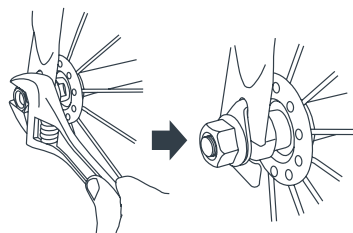

Abb. 4
- 4) • Bringen Sie bei angebrachtem Rad die Achsmuttern an und ziehen Sie sie mit einem handelsüblichen Maul-, Ring- oder Gabelschlüssel fest. Sie sollten einen deutlichen Widerstand spüren und das Rad sollte fest an Ort und Stelle gehalten werden (Abb. 4).